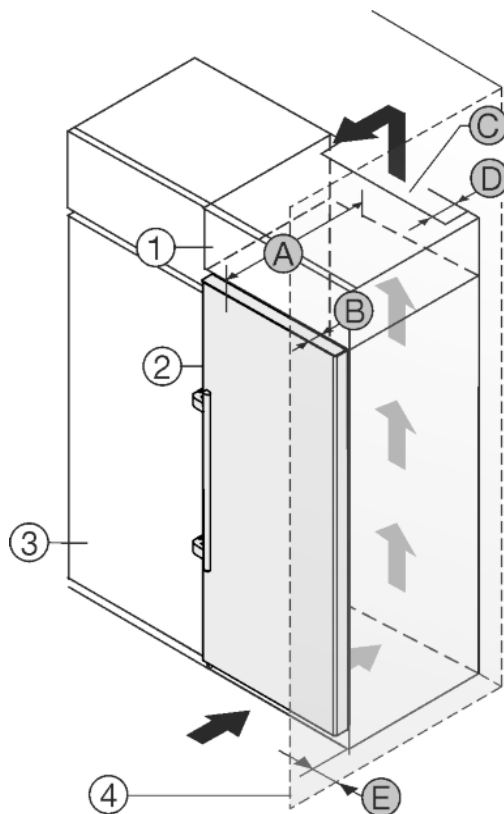

Fig. 24
Aparatul poate fi refăcut cu dulapuri de bucătărie. Pentru a aduce aparatul Fig. 24 (2) la același nivel cu mobilierul de bucătărie, se poate monta deasupra aparatului un dulap suspendat Fig. 24 (1).
Aparatul poate fi amplasat direct lângă dulapul de bucătărie Fig. 24 (3). Pentru a putea deschide complet ușa, aparatul trebuie să fie proeminent cu cel puțin grosimea Fig. 24 (B) față de suprafața frontală a dulapului de bucătărie. În funcție de grosimea dulapurilor de bucătărie și de utilizarea distanțierelor de perete, aparatul poate ieși mai mult în afară.
- În partea din spate a dulapului suspendat trebuie să existe o fantă de aerisire cu grosimea Fig. 24 (D) pe toată lățimea dulapului suspendat.
- Sub plafonul incintei trebuie să fie păstrată o secțiune de ventilare Fig. 24 (C).
Atunci când aparatul este montat cu balamalele lângă un perete Fig. 24 (4), trebuie să fie păstrată distanța Fig. 24 (E) între aparat și perete. Această valoare corespunde proeminenței mânerului cu ușa deschisă.